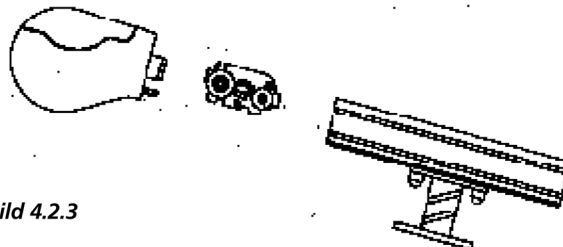

Bild 4.2.3
- Ausfallprofil mit den Laufwagen in die Transportprofile einschieben und Kasten auf die Transportprofile aufstecken (Bild 4.2.3)